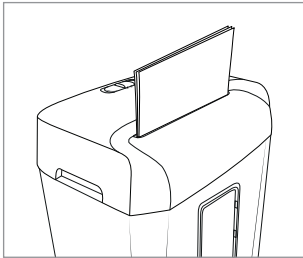

Fig. 2
- ◆ Insérez le papier à la verticale par le haut et centré dans la fente de coupe **8** (voir fig. 2). L'appareil démarre automatiquement et s'éteint aussi automatiquement lorsque l'utilisateur n'introduit plus de papier.
- ▶ Videz le collecteur ⑩ régulièrement pour empêcher que les documents détruits ne soient happés par le bas dans les lames.
- ◆ Saisissez le dispositif de coupe ⑤ au niveau des deux poignées encastrées intégrées ⑦ à gauche et à droite et retirez-le du collecteur ⑩.
- ◆ Videz le collecteur ⑩.
- ◆ Saisissez le dispositif de coupe ⑤ au niveau des deux poignées encastrées intégrées ⑦ et placez-le sur le collecteur ⑩ de manière à ce que le cordon d'alimentation ① pointe vers l'arrière et que la fenêtre de contrôle ⑨ du collecteur ⑩ pointe vers l'avant (voir fig. 2).